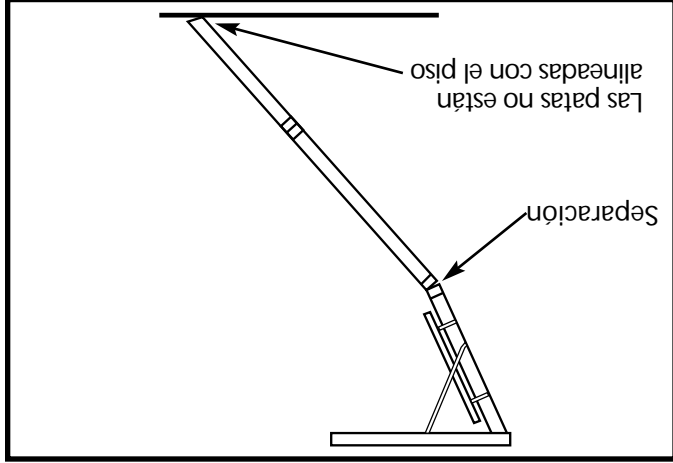

Figura 25. Patas demasiado largas
PASO 7. Si la escalera de acceso luce como en la Figura 25, una o ambas patas están demasiado largas. Lije o recorte las patas hasta que no haya separaciones entre las articulaciones y que las patas queden alineadas con el piso.